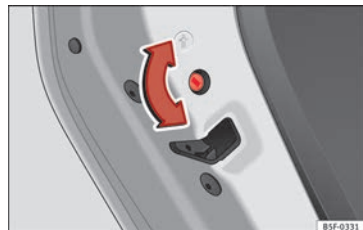

Fig. 135 Tranca para crianças da porta da esquerda.
portas esquerdas » **Fig. 135** e no sentido anti-horário para as portas direitas.
- Com a porta aberta, rode a ranhura com a chave do veículo no sentido anti-horário para as portas esquerdas » **Fig. 135** e no sentido horário para as portas direitas.